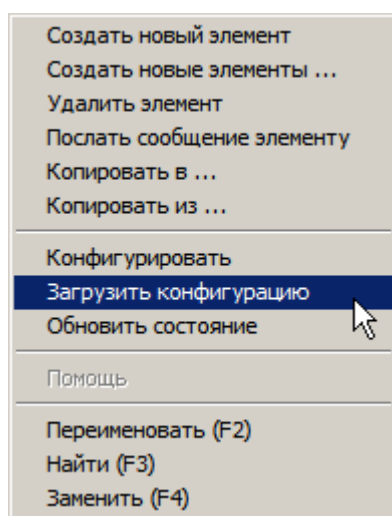

Рисунок 9 — Контекстное меню элемента **Драйвер Cerberus ECO**
2. Вызовите контекстное меню этого элемента и выберите команду **Загрузить конфигурацию** (рисунок 9).